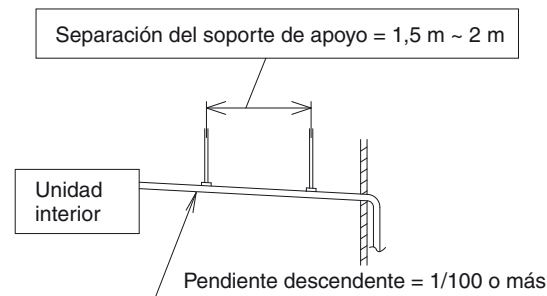

Fig. 3-8
- Asegúrese de que el tubo de drenaje presenta una inclinación descendente (1/100 o superior; con pendiente descendente desde la conexión del orificio de drenaje). (Fig. 3-8)